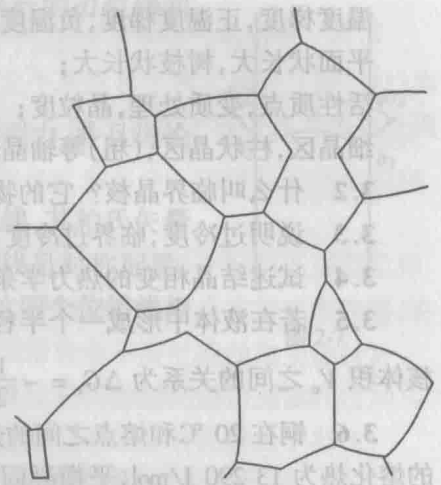

图 3-1 钨的晶粒 $\times 250$
3.13 决定晶粒大小(晶粒度)号码的方法已由 ASTM 标准化, $N = 2^{n-1}$ 。式中, N 为在面积 0.0645 mm^2 (在 $\times 100$ 时)内所观察到的晶粒数目; n 值即为晶粒大小号码(晶粒度级别)。试决定图 3-1 中,钨的晶粒大小(ASTM G.S. #)。